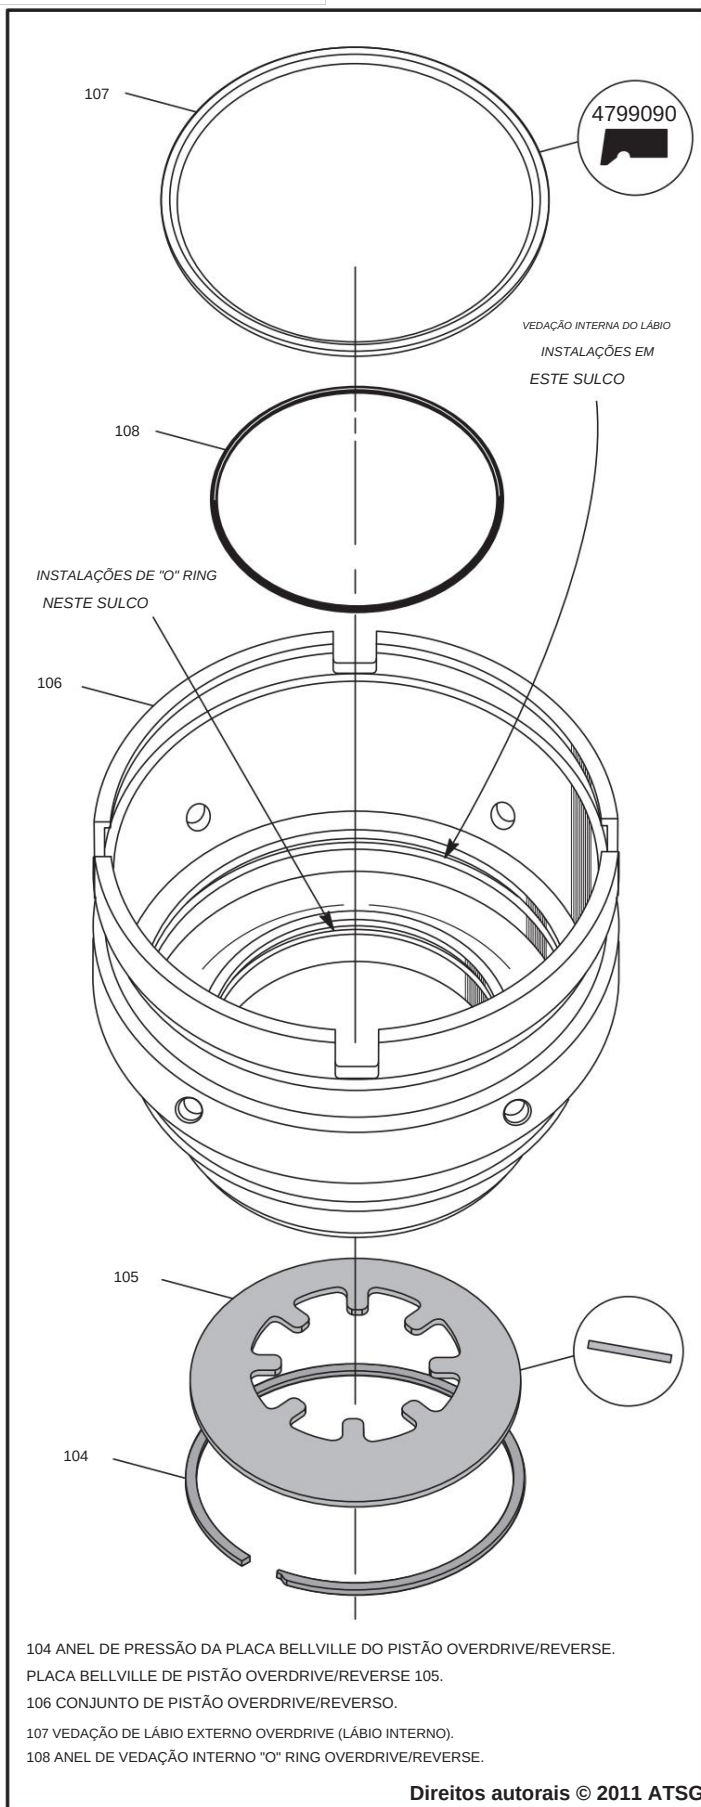

Figura 97
10. Instale a placa Bellville de overdrive/ré e o anel de retenção conforme mostrado na Figura 97, caso tenham sido removidos.
11. Instale a vedação do lábio externo do overdrive na ranhura dentro do pistão overdrive/reverso, com o lábio voltado para baixo, conforme mostrado na Figura 97.
12. Instale o anel de vedação interno "O" do overdrive/reverso na ranhura do pistão do overdrive/reverso, conforme mostrado na Figura 97.